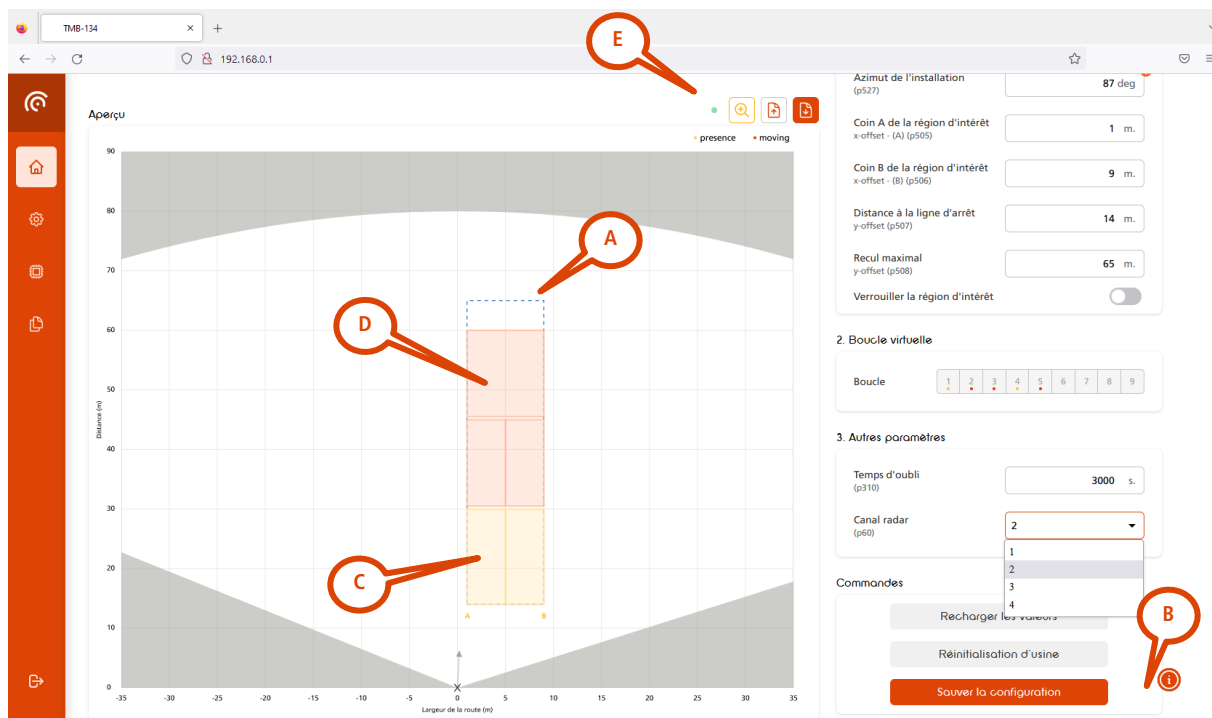

Figura 14: configurazione della regione di interesse
Il pulsante Home  apre la pagina di configurazione del rilevamento, come mostrato nella Figura 14.
La prima fase consiste nel definire la "Regione di interesse" (ROI) (A) indicata in blu tratteggiato nella Figura 14 e nel dimensionare quest'area il più vicino possibile alle corsie da monitorare. L'obiettivo di questa fase è evitare rilevamenti indesiderati dovuti al traffico in arrivo, ai riflessi, ai pedoni sul marciapiede, ecc.